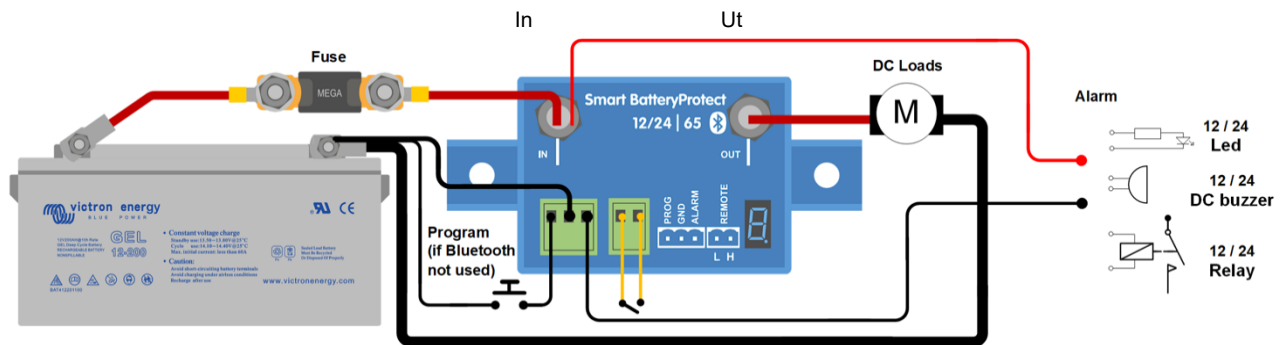

Bild 1: Kopplingschema för SBP-65 (använd fjärringången för systemets av/på-funktion)
- En summer, en LED eller ett relä kan kopplas mellan larmutgången och batteriets positiva pol (se bild 1). Maximal belastning på larmutgången: 50 mA (kortslutningssäkrad).